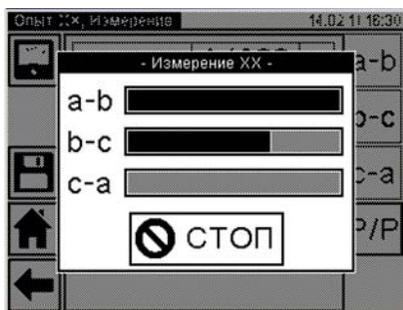

Рисунок 6.19
15) Выполнить измерение, для чего нажать кнопку в окне "Опыт XX. Измерение" (рисунок 6.18). На экране появится окно, демонстрирующее динамику процесса измерения (рисунок 6.19), а затем – результаты измерения (рисунок 6.20, 6.21). Для просмотра всех результатов поочередно нажать на вкладки "a-b" (рисунок 6.20), "b-c", "c-a", "P/P" (рисунок 6.21). При необходимости процесс измерения может быть остановлен нажатием кнопки СТОП.